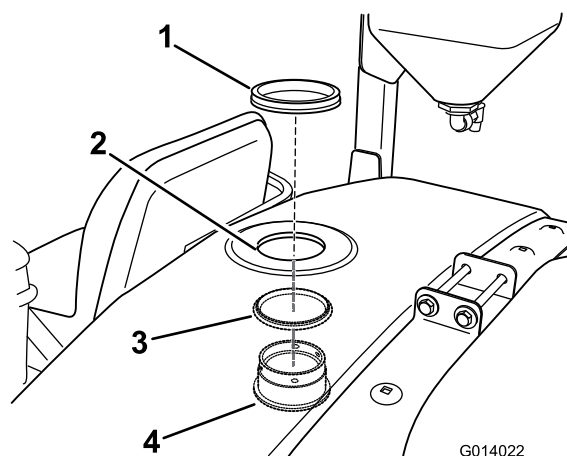

Рисунок 21
3. Установите переходник, как показано на Рисунок 21.